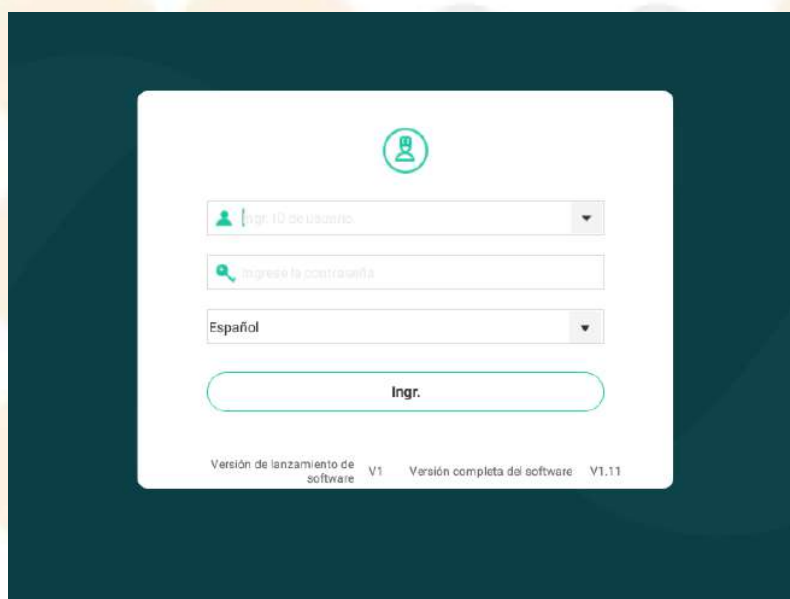

Imagen 4-1 Ingreso
1. Pulse el botón **Encendido/Apagado**  debajo de la pantalla táctil para encender el analizador. A continuación, el sistema mostrará la pantalla de ingreso, como se visualiza en la Imagen 4-1.